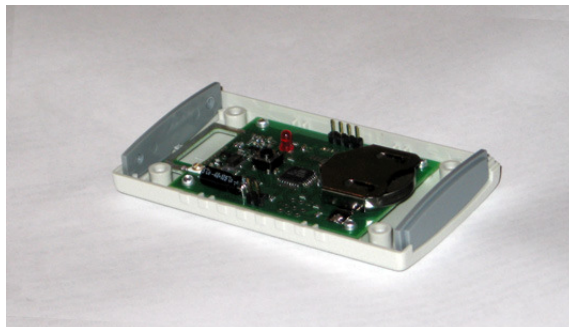

Рисунок 10. Установка торцевых защитных панелей.
- Установите торцевые защитные панели (рис. 10).